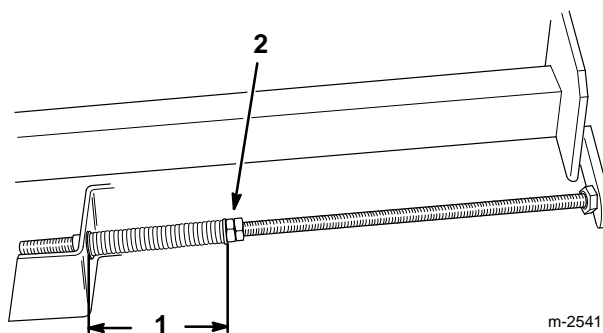

Figure 28
3. Guide-courroie (2)
6. Serrer les contre-écrous des tiges de réglage pour comprimer les ressorts à une longueur de 12,7 cm (5") (Fig 28).